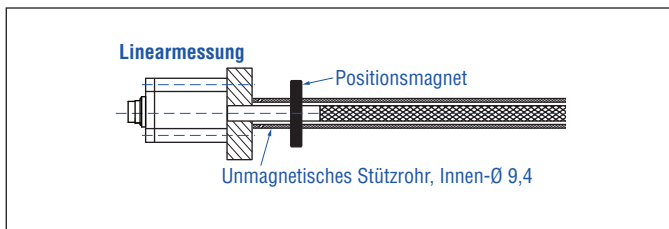

Abb. 19: Sensor mit Stützrohr/Schutzrohr
1. Führen Sie den flexiblen Messstab immer in einem Stützrohr/ Schutzrohr (z.B. Sensorrohr HD/HL/HP oder HFP-Profil). Das Stützrohr muss aus unmagnetischem Material bestehen und einen Innendurchmesser von mindestens 9,4 mm haben (Abb. 19). Es kann gerade oder gebogen sein.